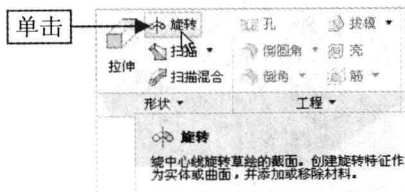

图 5-22 单击“旋转”按钮
Step 02 在“功能区”选项板的“模型”选项卡中，单击“形状”面板中的“旋转”按钮 ，如图 5-22 所示。